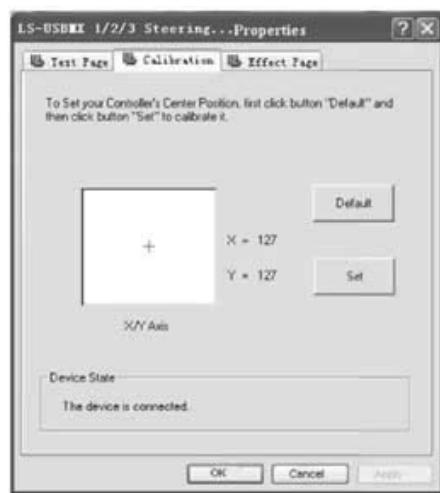

Рис. 8
- **Калибровка руля.** Эта опция используется только для калибровки при неисправностях центрирования руля в аналоговом режиме (светодиодный индикатор горит красным): если крест-курсор находится не по центру X / Yосей, как показано на рис. 8, пожалуйста, нажмите «По умолчанию» (Default), затем нажмите кнопку «Установить» (Set).